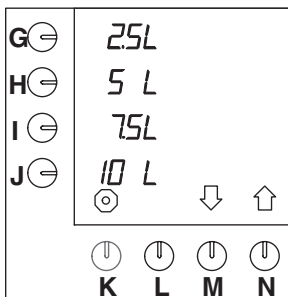

Fig. 33 Touches de présélection par défaut
Par défaut, la machine est réglée sur l'unité L (=Litres). Cette unité peut être modifiée. (Cette unité est par défaut sur l'écran de contrôle avec les touches de préférence (fig.33)).
- Appuyez sur la touche de sélection (N.)↑ jusqu'à ce que la fig.33 s'affiche sur l'écran de contrôle.